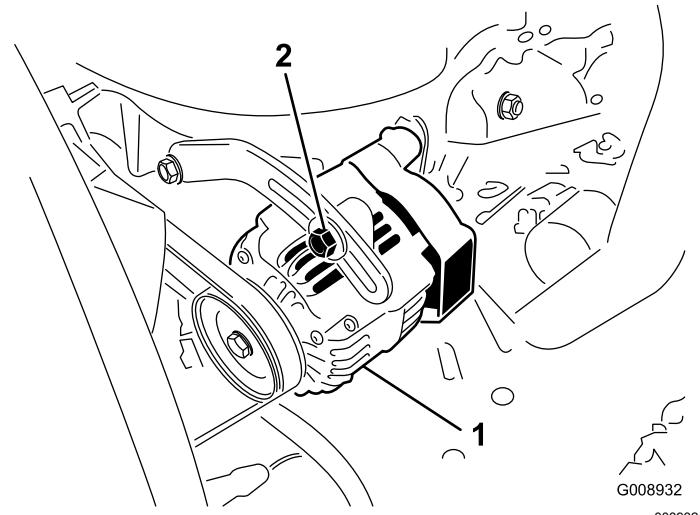

図 56
2. たわみが10 mmでない場合には、オルタネータ取り付けボルトをゆるめる図 56。